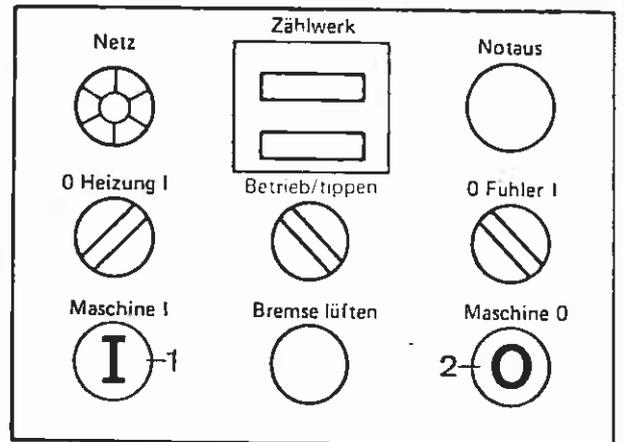

Bild 94
9. Zum Homogenisieren des Produkts Taster „Maschine I“ betätigen (Bild 94/1), die Maschine einige Minuten laufen lassen und dann durch Betätigung des Tasters (Bild 94/2) abschalten.